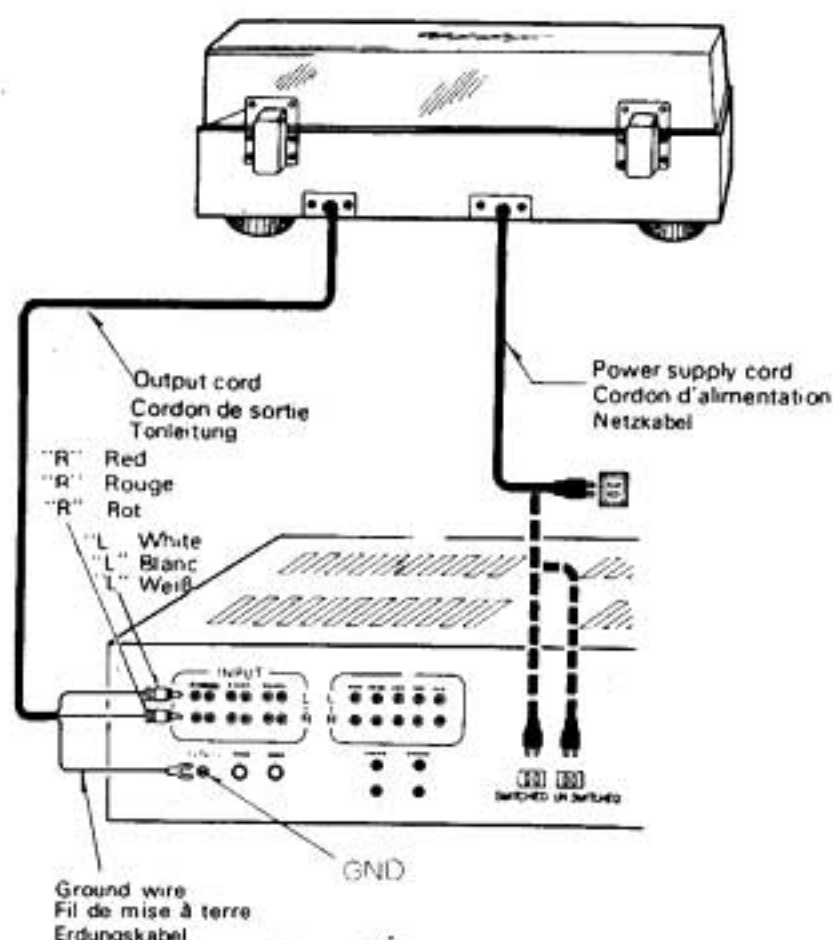

Fig. 15 Abb. 15
- (1) Connect the L and R pin plugs of output cord to the L and R "phono" inputs of the amplifier to be used (Fig. 15).
- (2) Plug in the power supply cord to an AC receptacle, (If an AC outlet is provided on your amplifier connect the power supply cord referring to Fig. 15. Make sure that the power capacity of the outlet is sufficient.)
- (1) Reliez les fiches à broche L (gauche) et R (droite) du cordon de sortie aux entrées du phono L (gauche) et R (droite) de l'amplificateur à utiliser (Fig. 15)
- (2) Branchez le cordon d'alimentation dans la fiche CA (Ou autre, si une prise de courant CA est prévue sur votre amplificateur, reliez-y le cordon d'alimentation, en vous référant à la Fig. 15. A ce moment, assurez-vous que la capacité de courant à la sortie soit suffisante).
- (1) Verbinden Sie die mit L und R markierten Stiftstecker der Tonleitung des Plattenspielers mit den PHONO-Eingängen L (linker Kanal) und R (rechter Kanal) am Verstärker/Receiver. (Abb. 15).
- (2) Verbinden Sie das Netzkabel des Plattenspielers mit einer Wandsteckdose (oder, falls eine Netzstromanschlußbuchse am Verstärker/Receiver vorhanden ist, das Netzkabel des Plattenspielers mit dieser Buchse, wie in Abb. 15 dargestellt. Vergewissern Sie sich dabei, daß die Netzspannung dieser Anschlußbuchse für den Betrieb des Plattenspielers ausreicht.)